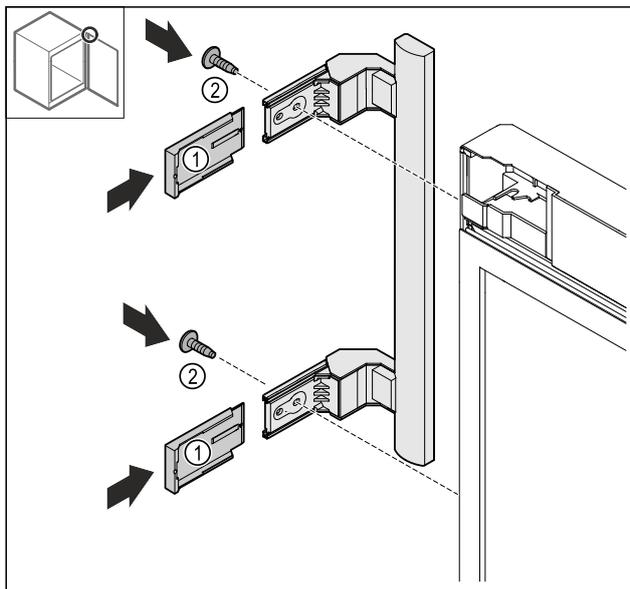

Fig. 26
- Applicare le coperture Fig. 26 (1).